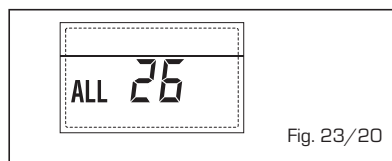

Fig. 23/20
- ANOMALÍA COHERENCIA APLICACIÓN SOLAR "ALL 27" (fig. 23/21).